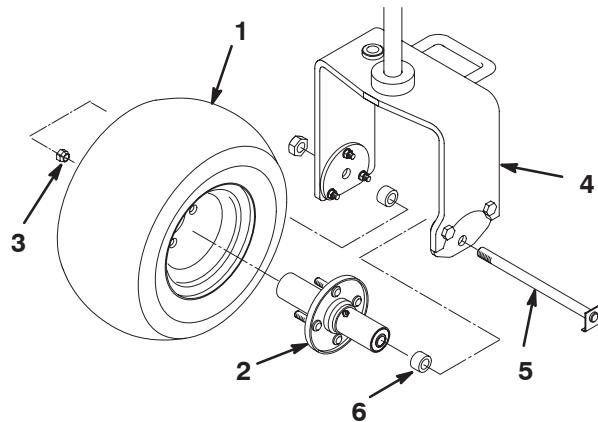

Figure 2
- Montez le moyeu sur la jante de la roue arrière au moyen de 4 écrous (Fig. 2). Serrez les écrous à 95–122 Nm.
- Déposez le boulon et le contre-écrou des trous de montage de la roue dans la chape de roue arrière (Fig. 2).
- Placez la courbe de la tête de boulon sous le bord inférieur de la plaque adaptatrice (Fig. 2). Posez et serrez le contre-écrou de fixation de la roue dans la chape. Ne serrez pas excessivement le contre-écrou car la roue doit pouvoir tourner librement.